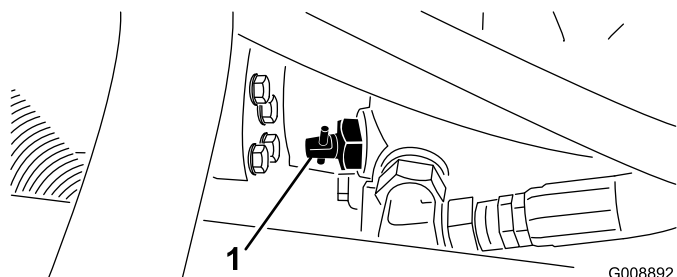

Figure 45
1. Trouvez la vanne de dérivation sur la pompe (Figure 45) et tournez-la de 90°.